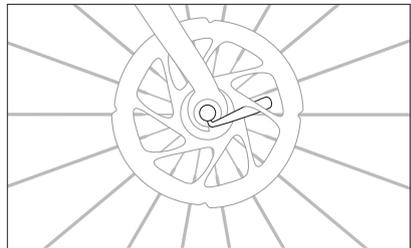

Abb. 2.4
2. Ziehe den Schnellspanner an. Achte dabei auf seine korrekte Stellung in den Ausfallenden und seinen festen Sitz. Wenn der Hebel des Schnellspanners nicht korrekt umgelegt ist (d. h. er ist nicht an der Kettenstrebe ausgerichtet), kann er sich in der Brems Scheibe verfangen (siehe Abbildung 2.4).